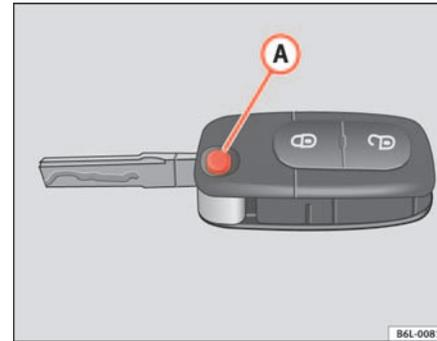

Abb. 46 Klappbarer Schlüssel
**Zum Herausklappen** des Schlüsselbarts, drücken Sie den Knopf. Der Schlüsselbart wird durch Federwirkung herausgeklappt ⇒ Abb. 46. ▶
Um den Schlüsselbart wieder einzuklappen, drücken Sie den Knopf und schieben Sie den Schlüsselbart ein, bis er einrastet ⇒ Seite 80, Abb. 46.